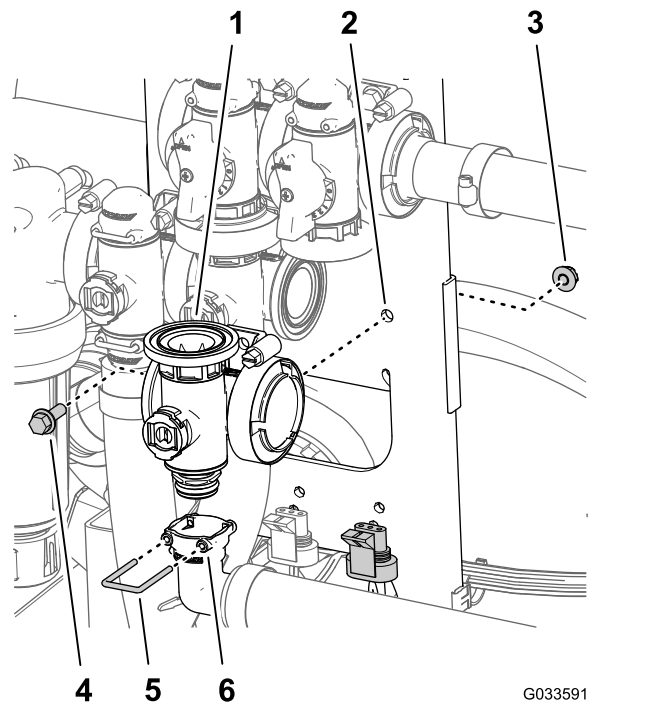

Figura 118
2. Retire la horquilla de retención que sujeta el conector de salida de 90° al acoplamiento del distribuidor de la válvula maestra (Figura 118).
3. Retire el perno con arandela prensada (1/4" x 3/4") y la tuerca con arandela prensada (1/4") que sujetan la válvula maestra al soporte de la válvula, y retire el distribuidor de la válvula de la máquina (Figura 118).